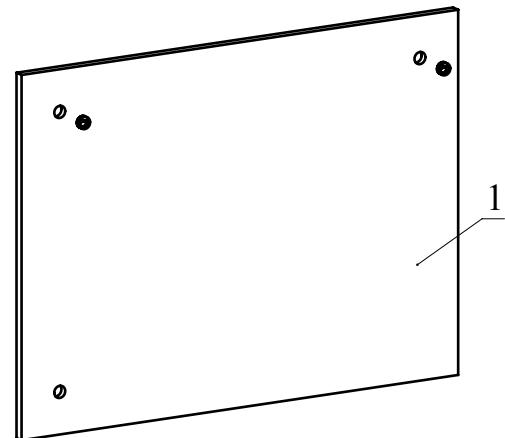

Рис.1
1. Установите подвески пластиковые (Рис. 1).
Важно: установите подвеску пластиковую таким образом, чтобы площадка с зубчатой опорой была строго вверху (Рис. 1). Такое расположение подвески обеспечит легкое выполнение монтажа изделия на стене и его регулировки.